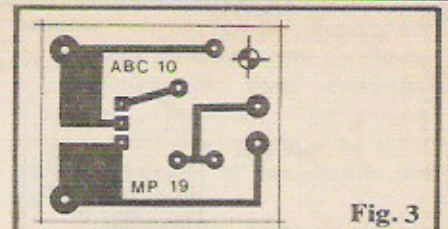

Fig. 3
- FIG. 3 - Padrão cobreado do Circuito Impresso específico, com seu **lay out** em escala 1:1 (tamanho natural)... É só "carbonar" sobre a face cobreada de uma placa virgem de fenolite cobreado, efetuar a traçagem (com tinta ácido-resistente, ou com os convenientes decalques...), corrosão, limpeza e furação... O desenho é tão simples que mesmo os "Alunos" ainda "pagãos" em Circuitos Impressos não encontrarão dificuldades na sua realização. Uma advertência, contudo: como o circuito da MP-19 trabalhará controlando **CONSIDERÁVEIS** Tensões, Correntes e Potências, **todo cuidado é pouco** na prevenção de "curtos", contatos indevidos e essas coisas! Assim, conferir **muito bem** a plaquinha, depois de confeccionada, **CORRIGINDO OBRIGATORIAMENTE** eventuais falhas **antes** de promover a montagem e instalação. Notem que as áreas cobreadas mais "taludas" destinam-se, justamente, ao trânsito de altas Correntes (necessárias ao próprio acendimento da lâmpada controlada), conforme explicamos na "Lição" específica sobre Circuitos Impressos ("TRUQUES & DICAS" das "Aulas" nº.4 e 5...).